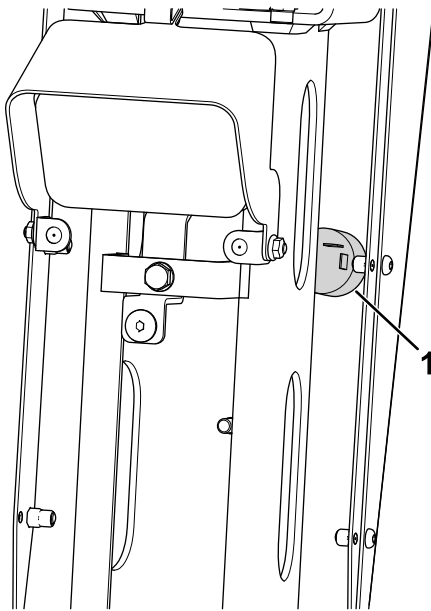

Figura 16
5. Retire el tapón e instale la alarma en el panel trasero de la columna de dirección (Figura 16).